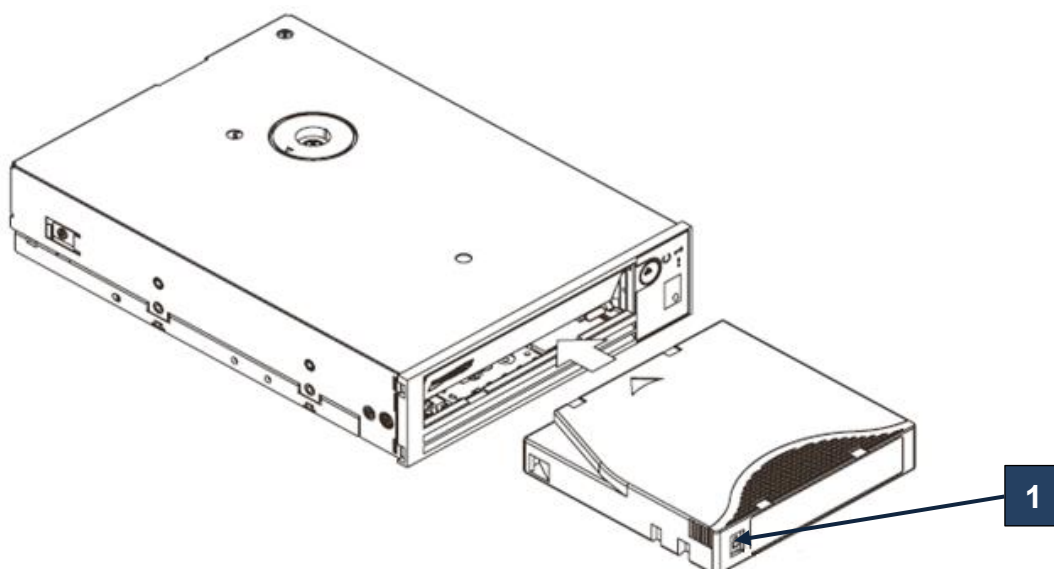

図 4: カートリッジのドライブへの挿入
2. 書き込み禁止スイッチが手前側に見えるようにカートリッジを持ちます（図 4 の 1 を参照）。